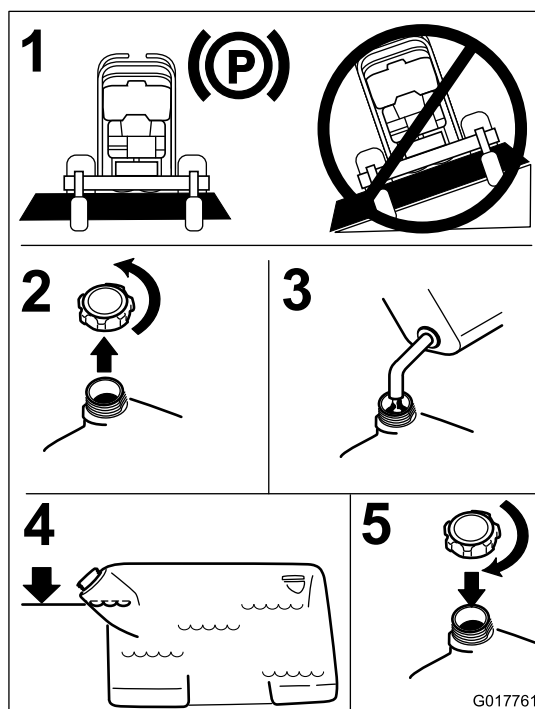

Figura 6
4. Llene el depósito de combustible hasta la parte inferior del cuello de llenado. Asegúrese de dejar un espacio vacío en el depósito para permitir la dilatación de la gasolina. Figura 6.